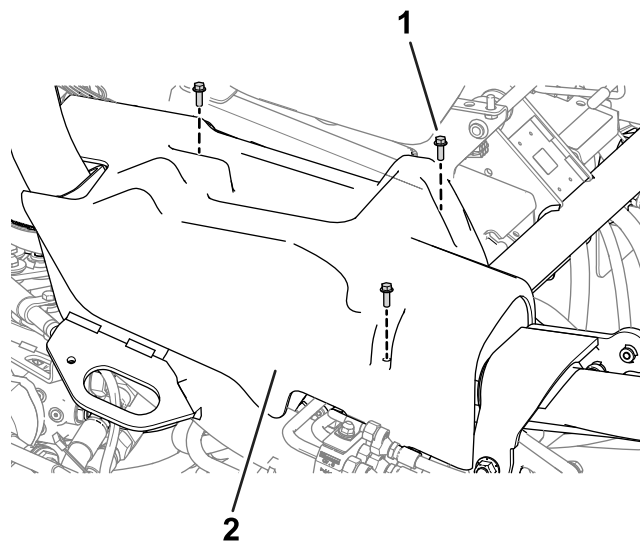

Figura 9
4. Retire la cubierta lateral derecha (Figura 9) de la máquina.